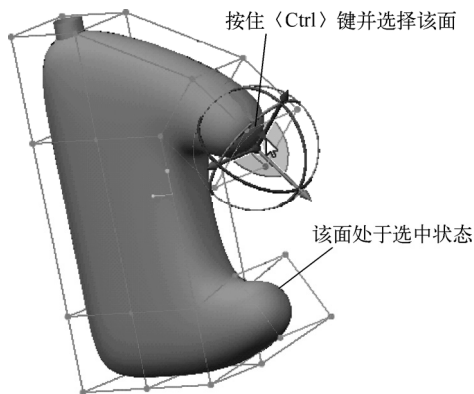
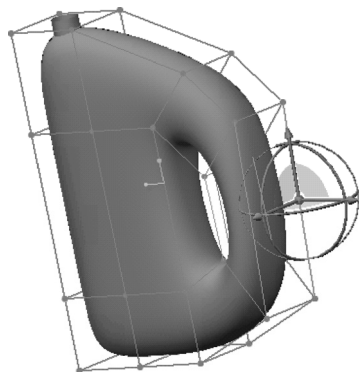

图 7-41 旋转选定面
图 7-42 拖动选定面
14) 确保当前面仍然处于选中状态，重新调整模型视角后，按住〈Ctrl〉键并选择图 7-41 所示的一个面并旋转，接着在功能区的“自由式”选项卡的“创建”组中单击（连接）按钮，从而使两个面连接以完成手柄初始形状，如图 7-42 所示。